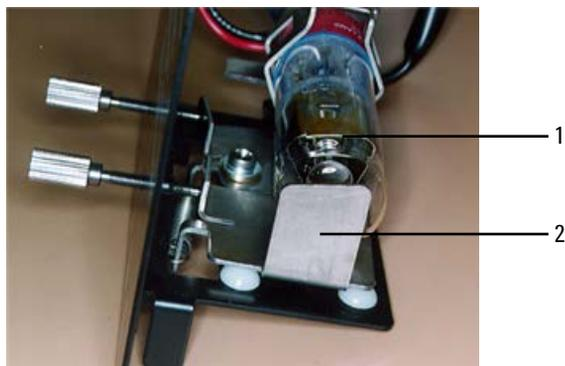

Figura 28. Alineamiento de la lámpara de D₂ (vista desde el extremo)
- 8 Consulte la figura 28 y gire la lámpara de modo que el lado que presenta la apertura (1) esté paralelo al borde superior del soporte (2).